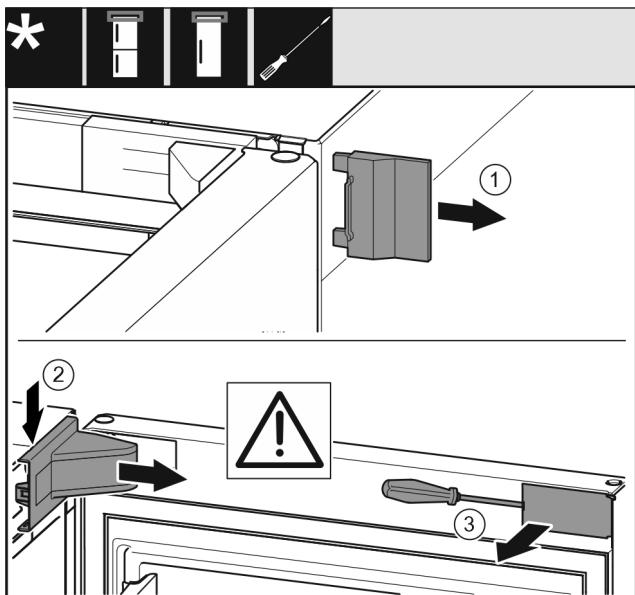

Fig. 8
- ▶ Retirer le cache extérieur. Fig. 8 (1)
- ▶ Détacher et libérer le cache du support de palier. Retirer le cache du support de palier. Fig. 8 (2)
- ▶ Dégager le cache avec le tournevis et l'incliner sur le côté. Fig. 8 (3)